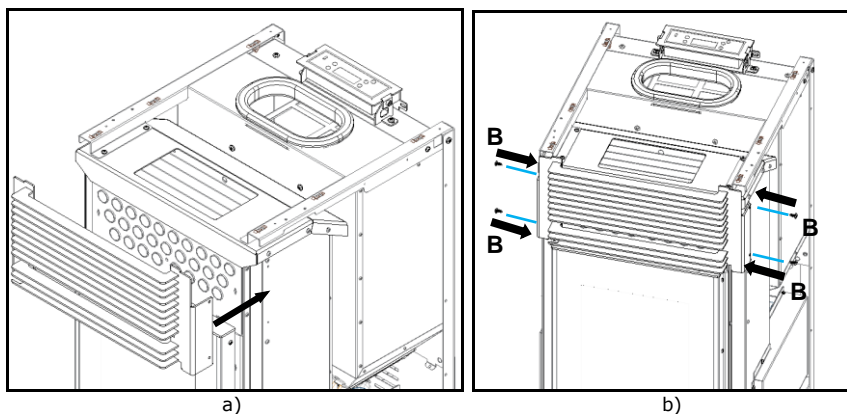

Figura 94 – Apriete de la rejilla frontal
a) Atornillar la rejilla frontal del kit 1 con cuatro tornillos **B** (DIN 7981 4,2x9,5) como se muestra en la Figura 94.